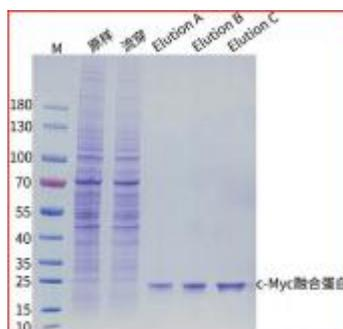

图 3.Magneti-Q Myc 标签蛋白纯化试剂盒纯化胞内蛋白的 SDS-PAGE 电泳图
- 5) 对洗脱产物进行 SDS-PAGE 电泳, 结果请见图 3。